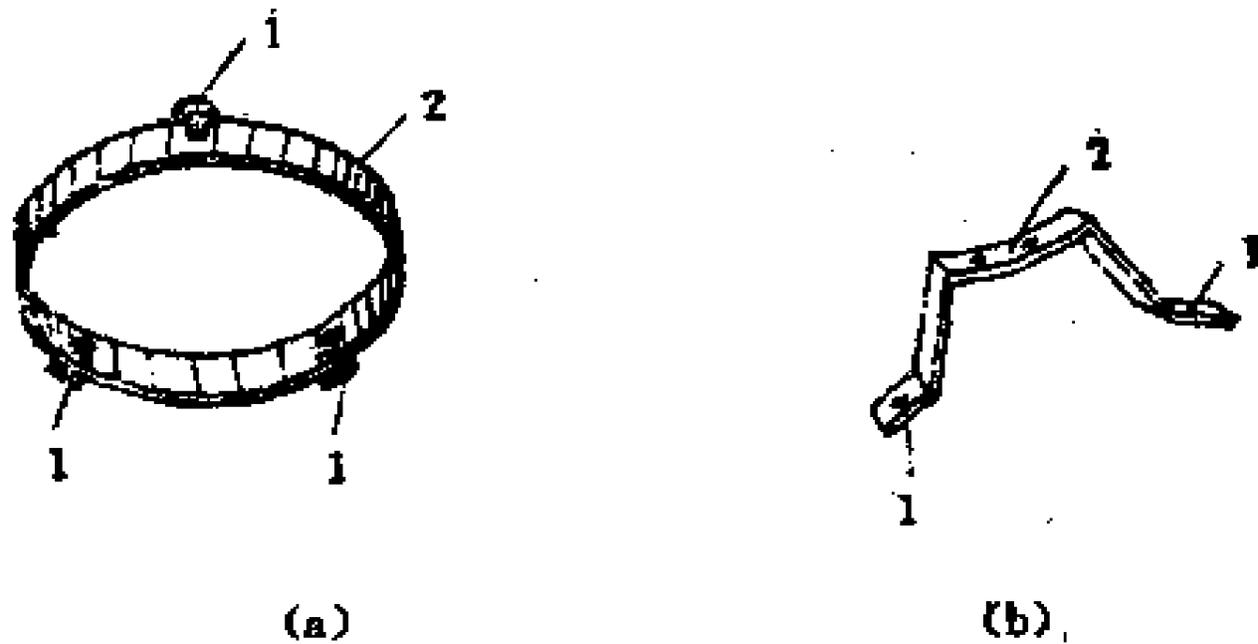

图 94
(1) 锯两段内径稍大于寻星镜筒外径、宽度约 1 厘米的金属水管，作为寻星镜托环。如图 94，(a) 1 为调节螺丝，2 为环体。
(2) 用厚度为 2 毫米、宽度为 10 毫米的铁片，弯制两个如图 94 中 (b) 那样的支架。在 2 的部分，弧度和寻星镜托环的外径一致。1 的部分弧度和主镜筒外径一致。将托环和支架用螺丝钉固定起来，并固定到主镜筒靠近目镜的